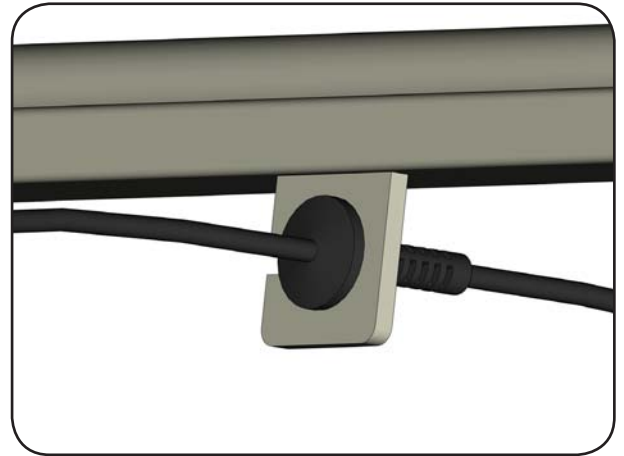

Abb. 6.3.04 - Zugentlastung in Halterung
- Drücken Sie die Zugentlastung der Zuleitung in den Halter an der Kopfseite (Abbildung 6.3.04).